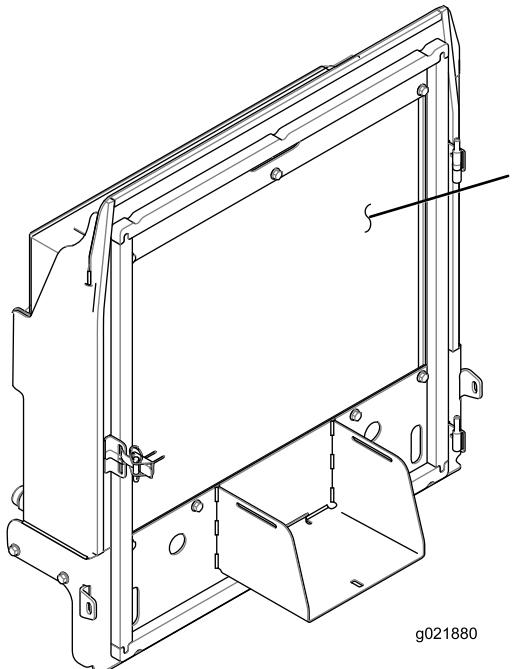

Bild 137
4. Reinigen Sie beide Seiten des Kühlers bzw. Ölkühlers gründlich mit Druckluft (Bild 137).